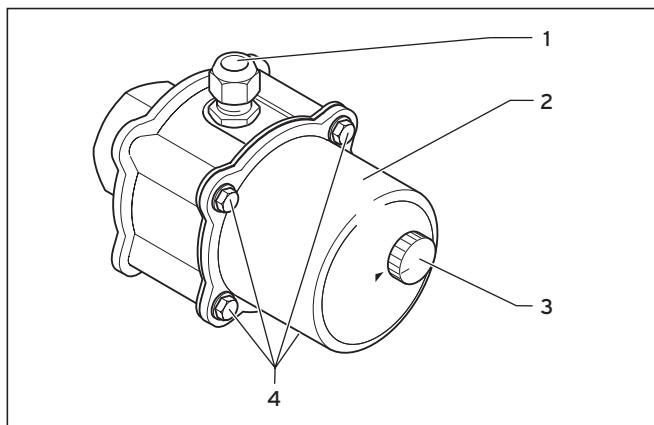

Рис. 6.1 Установка ТЭНа
Соблюдайте следующий порядок действий (смотри рис. 6.1 - 6.3):
- Снимите ручку настройки (3, рис. 6.1).
- Ослабьте 4 болта с шестиугольной головкой (4, рис. 6.1).
- Снимите крышку корпуса (2, рис. 6.1).
- Вдавите тепловой предохранитель (7).